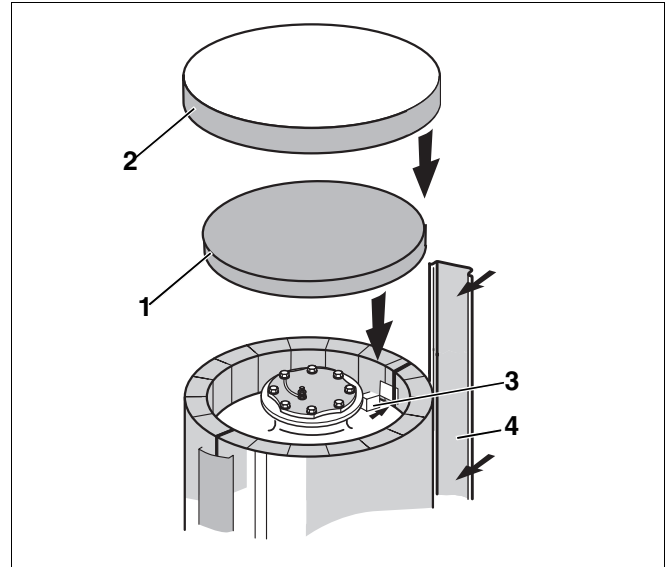

Рис. 8 Теплоизоляция крышки верхнего смотрового люка
- Вставить накладную планку (рис. 8, поз. 4) в торцевую планку теплоизоляции.
- Изнутри в вырез вставить прямоугольные теплоизоляционные заглушки (рис. 8, поз. 3).
- Теплоизоляционный круг (рис. 8, поз. 1) положить на верхнюю крышку смотрового люка таким образом, чтобы его края совпали с краями боковой теплоизоляции.
- Надеть верхний кожух бака-накопителя (пластмассовую крышку, рис. 8, поз. 2) сверху теплоизоляционного круга так, чтобы в него вошли края боковой теплоизоляции.